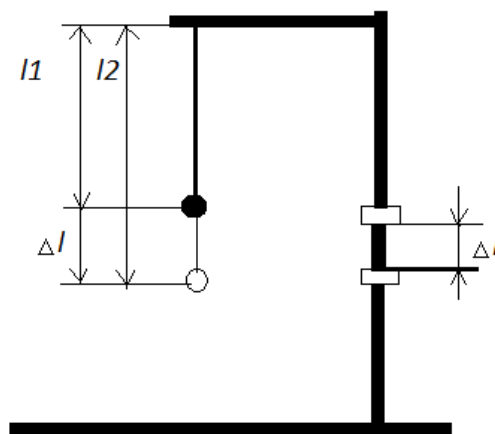

рис.1
1. Собрать установку, как показано на рис.1.